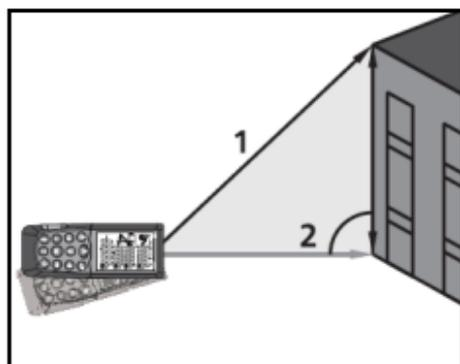

Fig. 9: Esecuzione misura Indiretta a 2 punti
3. Posizionare lo strumento nel punto più alto (1) della misura (vedere Fig. 9) e premere il tasto  o il tasto laterale **MEAS** per eseguire la misura. Il risultato è mostrato nel primo display parziale. Il simbolo  è mostrato a display con lato "2" lampeggiante
4. Posizionare lo strumento nel modo più orizzontale possibile (2) della misura (vedere Fig. 9) e premere il tasto  o il tasto laterale **MEAS** per eseguire la misura. Il risultato è mostrato nel secondo display parziale
5. Il valore finale del risultato (ottenuto come  $\sqrt{(1)^2 - (2)^2}$ ) è mostrato nel display risultante